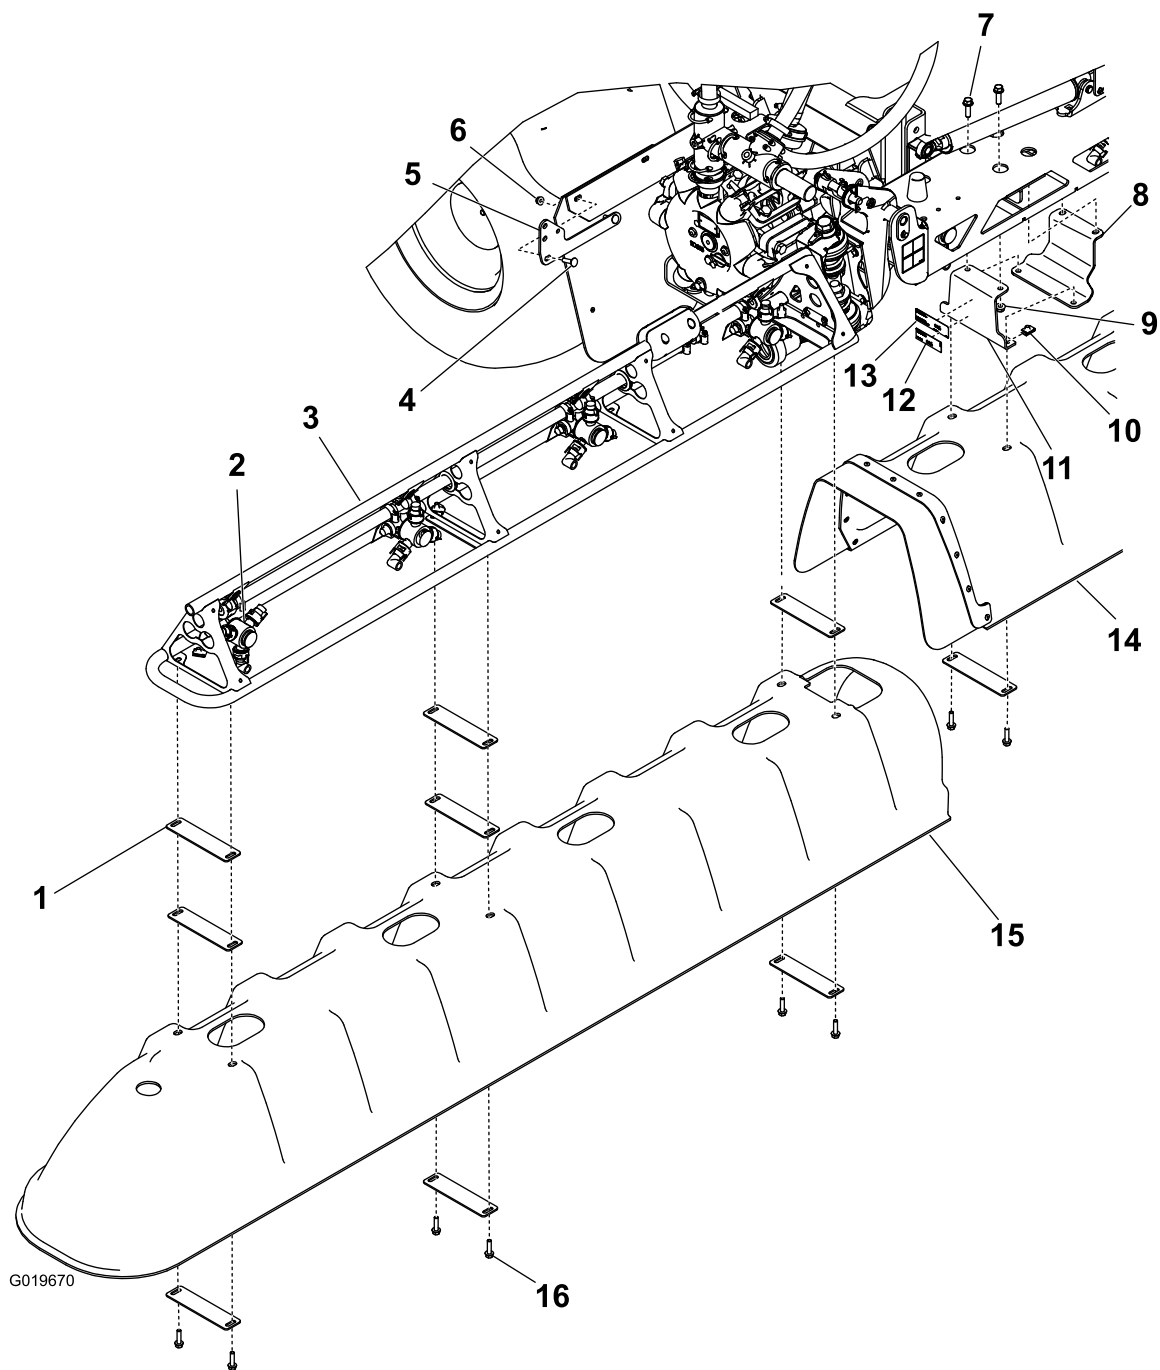

Figura 1
1. Coloque o autocolante do número de modelo/série e o autocolante de regulamentação num dos suportes da rampa central como se mostra em Figura 1.
2. Instale cada um dos dois suportes centrais e placas de montagem da rampa na rampa central utilizando dois parafusos de cabeça sextavada (3/8 x 1-1/4 pol.) e duas porcas flangeadas (3/8 de pol.) como se mostra em Figura 1.
3. Instale o conjunto da cobertura central nos suportes da rampa central utilizando quatro porcas em U, duas placas de anilhas e quatro parafusos de cabeça sextavada (5/16 x 1-1/4 pol.) como se mostra em Figura 1.
2. Instale uma das coberturas da rampa lateral (Figura 1) utilizando oito placas de anilha, seis parafusos de cabeça sextavada (5/16 x 1-1/4 pol.) e seis porcas em U.
1. Instale o suporte de montagem da válvula de drenagem na máquina com dois parafusos de carroçaria e duas porcas flangeadas (5/16 pol.) como se mostra em Figura 1.
2. Mova a válvula de drenagem da posição existente e instale-a no suporte de montagem (Figura 1) utilizando o pino de sujeição e o cordão.